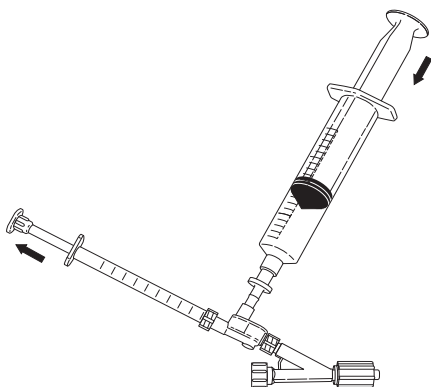

図4
6. 注入ポートに1 mlシリンジを取り付けて溶液を0.5 ml吸引します。1 mlシリンジをはずし、シリンジから気泡をすべて追い出します。1 mlシリンジを再び取り付ける前に、注入ポートで溶液が盛り上がるように20 mlシリンジを少し押し込んで、注入ポートを満たします。1 mlシリンジを注入ポートに再び取り付けます。**(図4)**